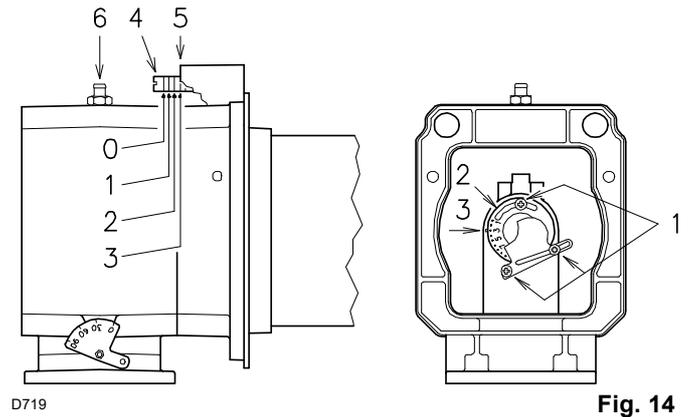

Fig. 14
- Girar el tornillo 4)(Fig. 14) hasta que coincida la muesca encontrada con el plano delantero 5) de la brida.
Para facilitar la regulación, aflojar el tornillo 6)(Fig. 14), regular y después bloquear.
- Aflojar los tornillos 1)(Fig. 14) y girar la tuerca 2) hasta que coincida la muesca hallada con el índice 3).